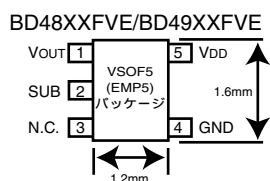
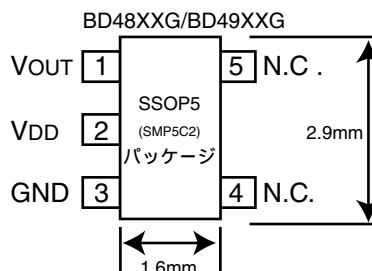

Fig.1
Fig.2
- ・ ご使用のパッケージによりピン配置はFig.1, Fig.2の様に異なります。置き換え設計の際にはご確認ください。